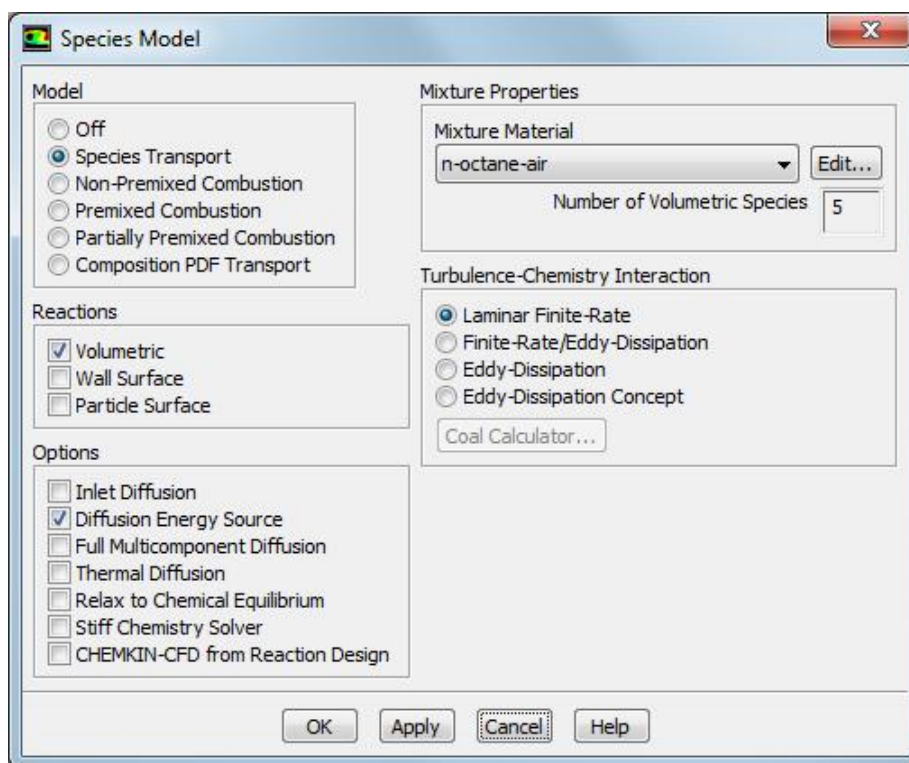

Рисунок 1.10 – Меню компонентов (*Species Model*)
1. На следующем этапе моделирования задаются параметры смешивания химических веществ (рисунок 1.10). Для этого выполняются следующие действия: *Define* → *Models* → *Species...*